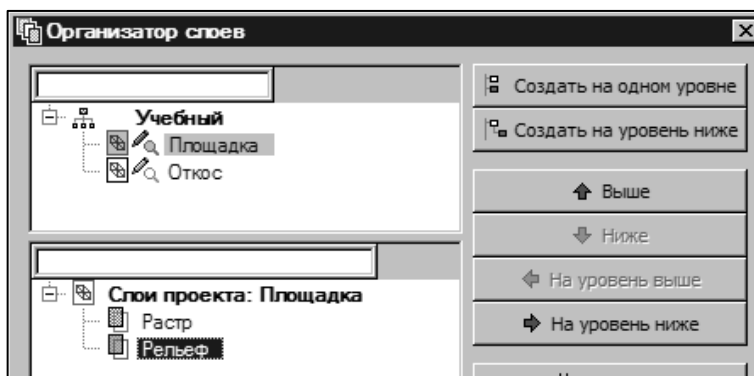

Рис. 3.14. Создание нового слоя
2. Выделите проект «Площадка». В окне СЛОИ вкладки ПРОЕКТЫ И СЛОИ откройте ОРГАНИЗАТОР СЛОЕВ . В проекте «Площадка» переименуйте «Слой 1» в «Растр». Выберите команду СОЗДАТЬ НА ОДНОМ УРОВНЕ и создайте новый слой «Рельеф» (рис. 3.14).